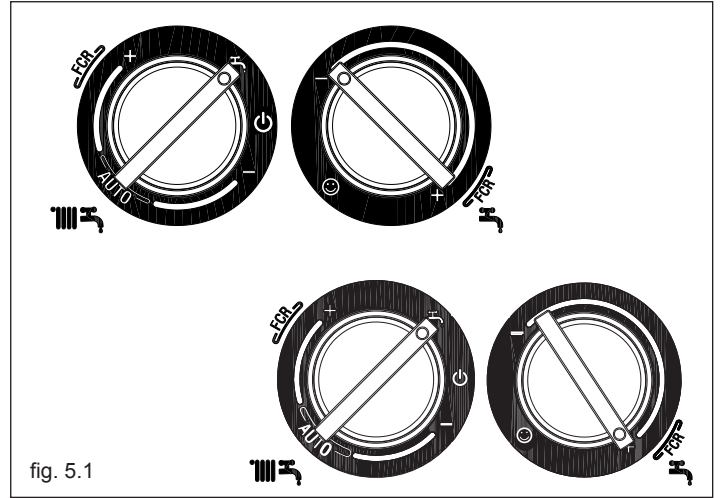

fig. 5.1
- portare il selettore di funzione su estate H_2 (fig. 5.1) e il selettore temperatura acqua sanitario al valore massimo (fig. 5.1)